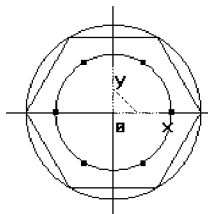

图 2-1-11 绘制等分点
⑦ 系统提示“拾取曲线”,拾取前面生成的 $\phi 20$ 的圆,生成如图 2-1-11 所示的 6 个等分点。